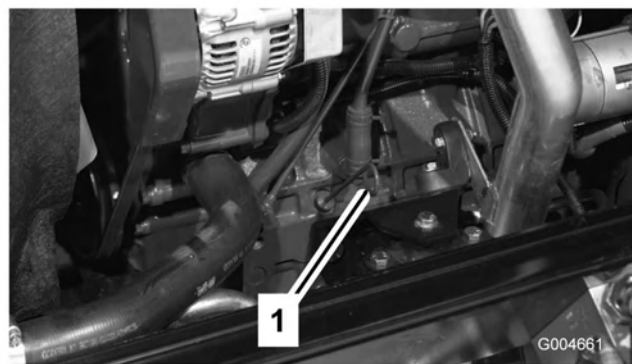

Figure 5
3. Sortez la jauge, essuyez-la sur un chiffon propre, replacez-la dans le goulot de remplissage, puis ressortez-la. Le niveau d'huile doit atteindre le repère du plein (Figure 5).